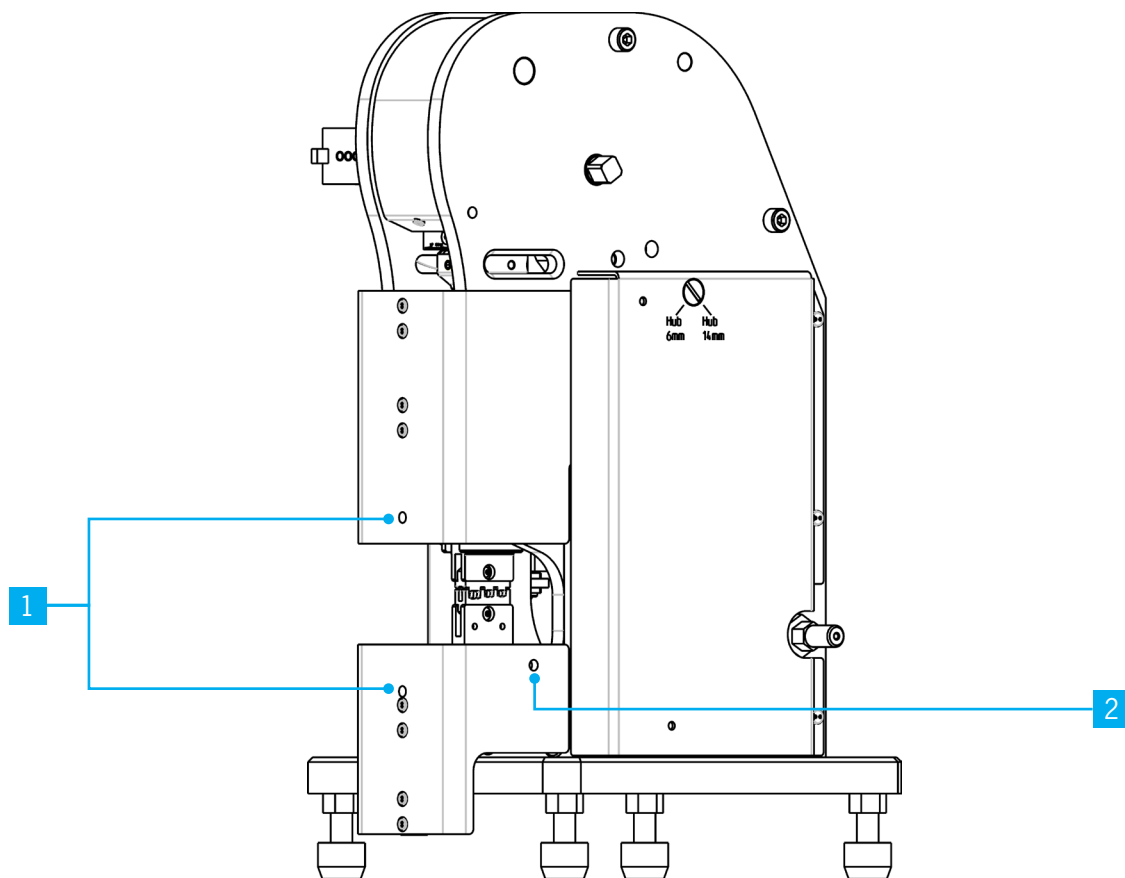

Abb. 5
- untere und obere Adapteraufnahme mit Innensechskantschlüssel SW 2,5 mm durch Bohrung im Schutzunterteil Abb.5/1 um jeweils 1 Umdrehung lösen
- obere Adapteraufnahme mit Innensechskantschlüssel SW 2,5 mm durch Bohrung im Schutzoberteil lösen Abb.5/1
- unteren Adapter durch Bohrung im Schutzunterteil rechts mit Innensechskantschlüssel SW 2,5 mm lösen Abb.5/2